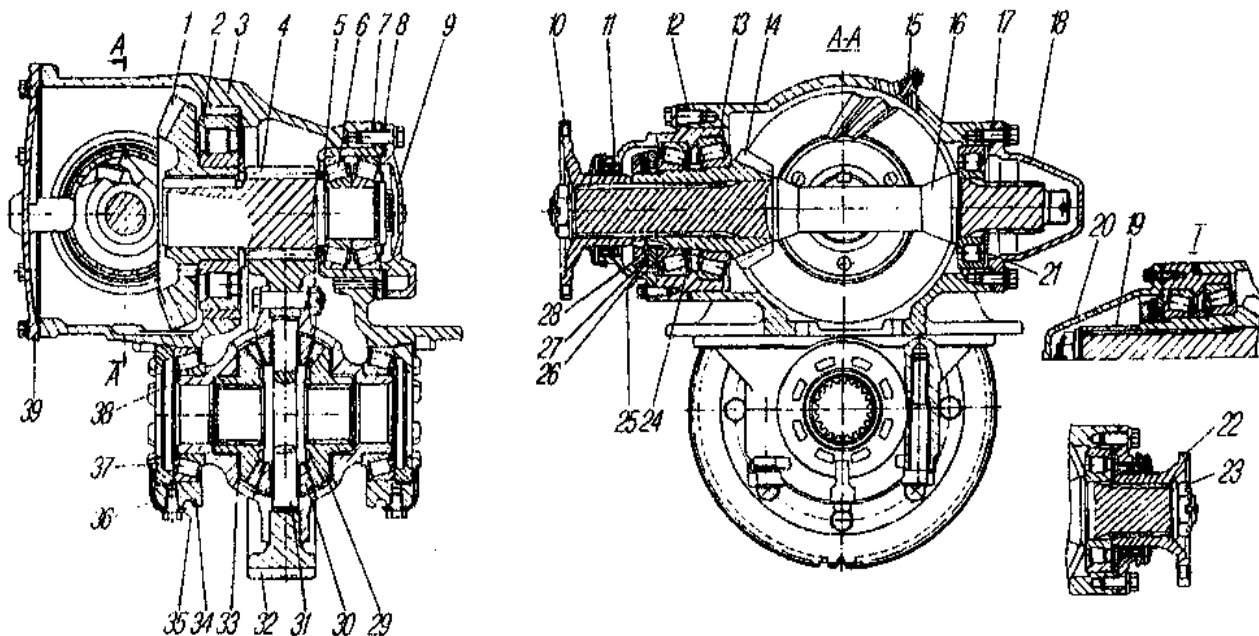
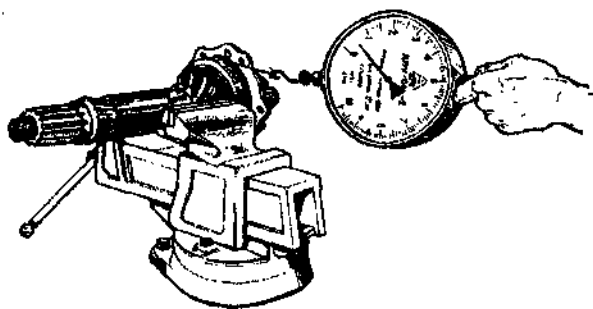

Рис. 33. Главная передача:
Рис. 37. Проверка регулировки подшипников ведущей конической шестерни
Главная передача моста — двойная, состоит из пары конических шестерен 1 и 14 (рис. 33) со спиральными зубьями и пары цилиндрических шестерен 4 и 29 с косыми зубьями. К ведомой цилиндрической шестерне болтами прикреплен симметричный конический дифференциал с четырьмя сателлитами.
Шестерни и подшипники главной передачи смазываются маслом, заливаемым в картер моста и картер главной передачи до уровня контрольного отверстия. Масло подхватывается шестернями, разбрызгивается и через роликовый подшипник 2 (см.рис. 33) попадает в полость конических шестерен картера главной передачи, откуда стекает в картер моста.
Рассчитайте величину уменьшения толщины регулировочной шайбы 24 (см.рис. 33) (величина зазора плюс 0,03-0,05 мм предварительного натяга). Отверните гайку, снимите подшипник и регулировочную шайбу. Прошлифуйте (или подберите) шайбу до требуемого размера, установите шайбу и соберите подшипниковый узел ведущей конической шестерни. Момент затяжки гаек 450-500 Н.м (45-50 кгс.м). Законтрите контргайку, отогнув шайбу на одну из граней. Крутящий момент, необходимый для проворота ведущей конической шестерни в подшипниках, должен быть 0,6-1,4 Н.м (0,06-0,14 кгс.м). Усилие на динамометре при размотке шнура с поверхности стакана 7,5-17,5 Н (0,75-1,75 кгс) (рис.37).
2. Отрегулируйте предварительный натяг подшипников промежуточного вала. Регулируйте подшипники подбором пакета прокладок 8 (см.рис. 33) под крышкой 9 стакана 5. Крутящий момент, необходимый для проворота промежуточного вала, должен быть 0,9-1,5 Н.м (0,09-0,15 кгс.м).
4. Установите дифференциал и отрегулируйте подшипники дифференциала. Болты крепления крышек подшипников дифференциала затяните моментом 250-320 Н.м (25-32 кгс.м). Подшипники дифференциала регулируйте гайками 37 (см. рис. 33). После затяжки гаек расстояние между крышками подшипников дифференциала должно увеличиться на 0,04-0,14 мм. Во время регулировки проворачивайте дифференциал для установки роликов в подшипниках. Венец ведомой цилиндрической шестерни должен быть расположен симметрично относительно венца ведущей шестерни.